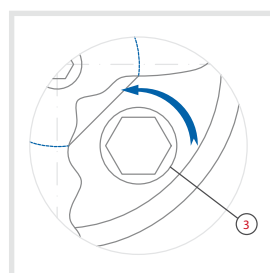

Bild 3.2
- Drehen Sie beide Sicherungsnennsechskantschrauben, in Drehrichtung rechts herum (siehe Teilzeichnung Bild 3.2), bis zum leichten Anschlag der Schraubenköpfe (mit einem Drehmoment von 0,03-0,05Nm) auf der Druckplatte (siehe Teilzeichnung Nr. 4) des Thermalauslösers.